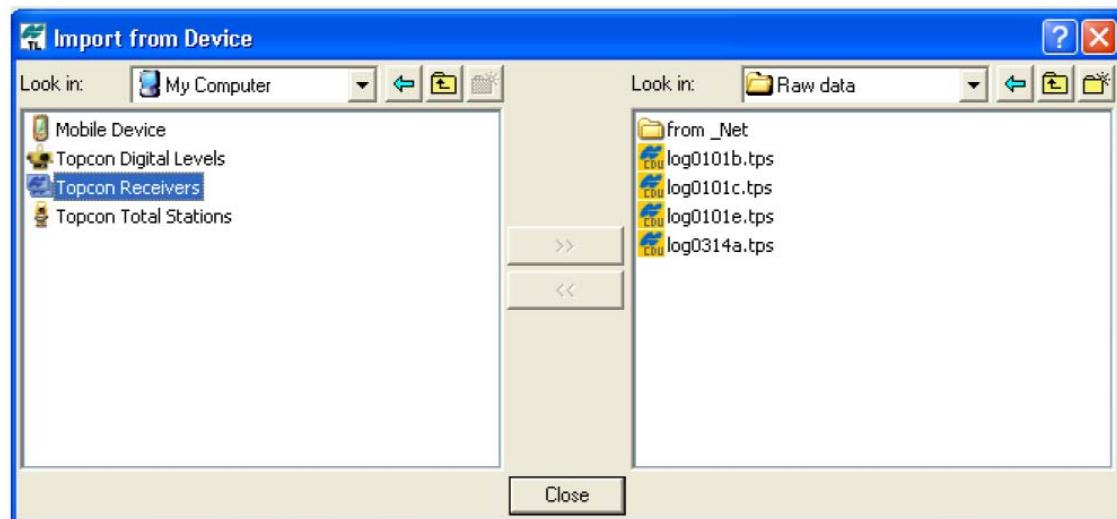

Рисунок 5-5. Диалоговое окно *Import from Device* (*Импорт из устройства*)
3. В левой панели диалогового окна *Import from Device* (*Импорт из устройства*) выберите пиктограмму *Topcon Receivers* двойным щелчком (см. рис. 5-5).